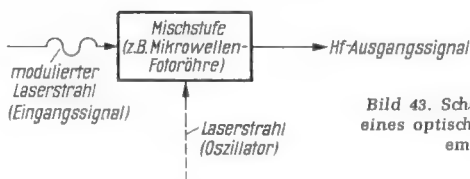

Bild 43. Schematische Darstellung eines optischen Überlagerungsempfängers
Die Grundschaltung eines optischen Überlagerungsempfängers gleicht der eines normalen Superhets (Bild 43): Einer Mischstufe werden zwei Signale zugeführt, nämlich der Strahl eines örtlich gegebenen Lasers (des Oszillators) und der Strahl des Signallasers (des Eingangssignals). Am Ausgang der Stufe erhält man dann ein Hochfrequenzsignal mit einer Frequenz, die der Differenzfrequenz der beiden Lichtsignale entspricht.
*Berichtigung:* Im 3. Teil, Heft 13, Seite 422, wurde in der Unterschrift zu Bild 41 fälschlich auf Bild 43 verwiesen. Dieses Foto erschien jedoch schon als Bild 9a im 1. Teil, Heft 7, Seite 212.